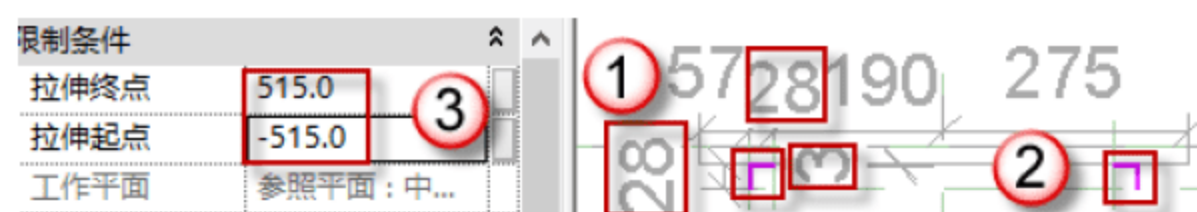

图 8.3.3 绘制支架 A
(4) 支架 A 长度为 1030mm。在“左立面”视图中按快捷键 R+P、C+O 和 M+M 绘制参考线。选择“创建”→“拉伸”→“直线”命令,绘制图框,在“属性”面板中编辑“拉伸起点”和“拉伸终点”的数值 (-515, 515),然后单击√按钮,如图 8.3.3 所示。